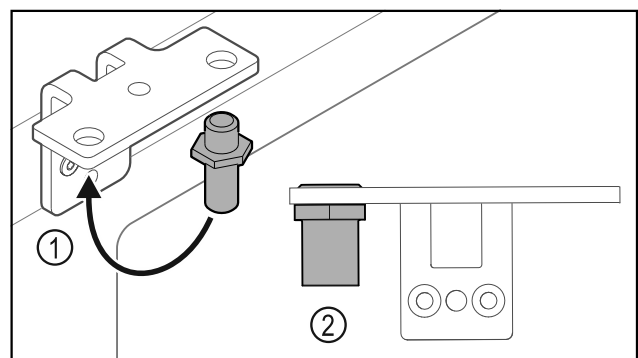

Fig. 35
- Bolzen Fig. 35 (1) im Scharnierwinkel umsetzen.
- Bolzen Fig. 35 (2) mit **Drehmoment von 12 Nm** anziehen.